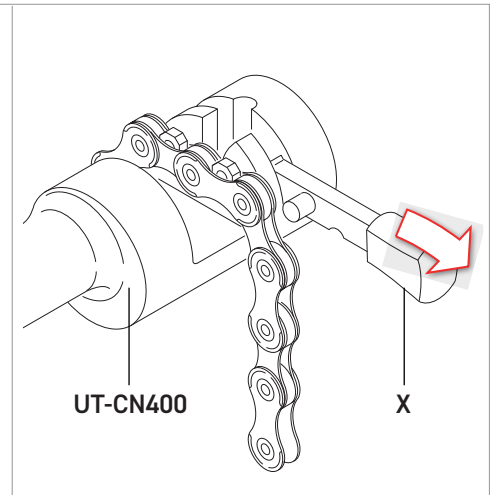

Fig.3
- Préparez l'outil UT-CN300 en positionnant la languette en position de ouverture (X - Fig. 3).